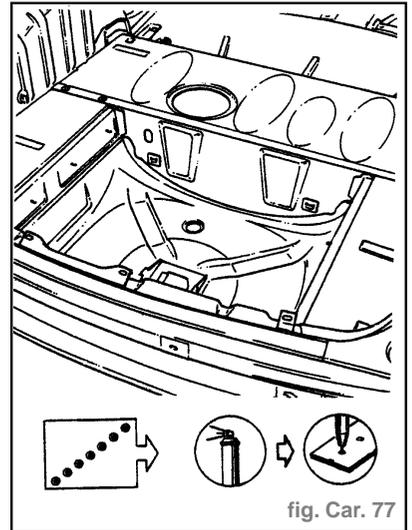

fig. Car. 77
- 2 x 2 points électriques sur épaisseur **0,7 mm** (fig. Car. 77).
Soudure (fig. Car. 77 et 78).